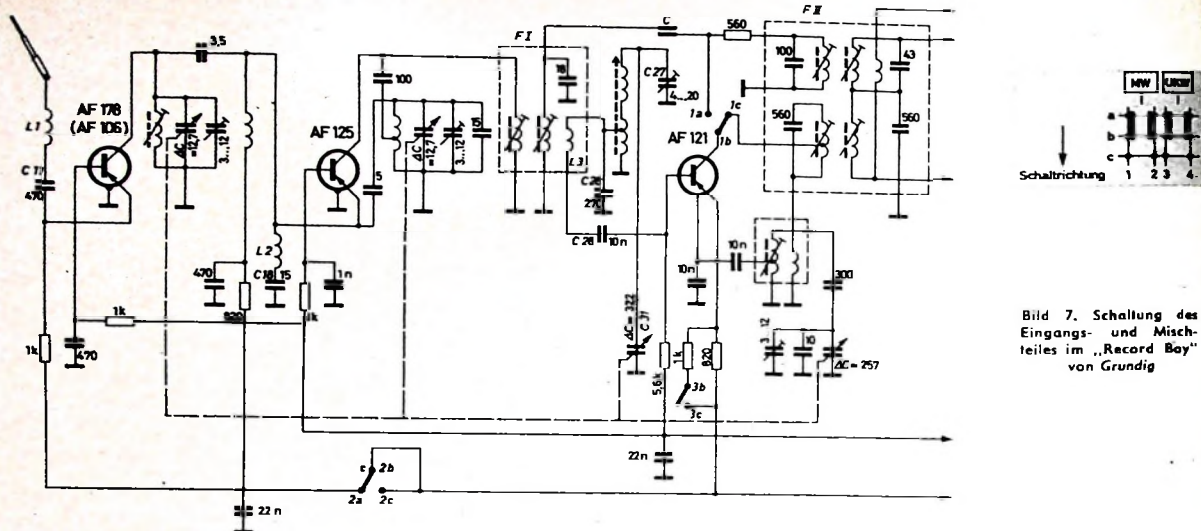

Bild 7. Schaltung des Eingangs- und Mischteiles im „Record Boy“ von Grundig
Moderne Schaltungs- und Aufbautechnik sind ein Kennzeichen des „Record Boy“. Er gehört durch Beschränkung auf zwei Wellenbereiche (UM) zur niedrigen Preisklasse, verfügt jedoch über die Empfangsleistung und Klangqualität der größeren Koffersuper. Die UKW-Vorstufe ist mit dem Transistor AF 178 bestückt (Bild 7). Die Teleskopantenne wird über eine Anpassungsspule L 1 und über C 11 an den Emitter der Vorstufe geführt. Da man auf Umschaltkontakte verzichten konnte, gelangt die Antennenenergie ohne Verluste und Stoßstellen zur Vorstufe. Ihr Collec-